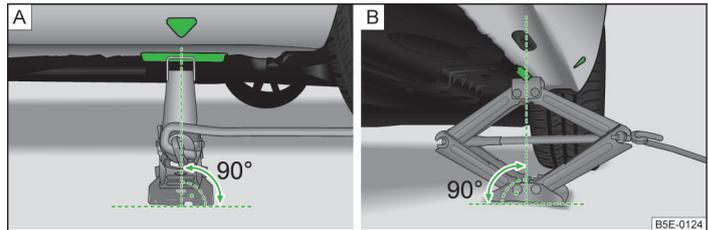

Abb. 192 Wagenheber ansetzen
- › Den Wagenheber so ansetzen, dass die Klauenseite den Steg umfasst » Abb. 192 - ▶
- › Die Grundplatte des Wagenhebers mit ihrer gesamten Fläche auf einem geraden Untergrund abstützen und sicherstellen, dass sich der Heber in senkrechter Position zur Stelle, an der die Klaue den Steg umfasst, befindet » Abb. 192 - [A].